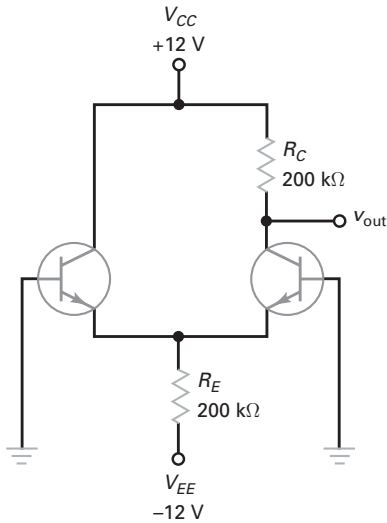

Figura 15-34
- 15-3** Quais são as correntes e tensões ideais na Figura 15-34?
- 15-18** Na Figura 15-34, é usado por engano um resistor de 20 k Ω em vez de 200 k Ω . Qual o valor da tensão de saída?
- 15-19** Na Figura 15-34, V_{out} é quase zero. A corrente de polarização de entrada é 80 nA. Qual das seguintes opções é o problema?
- 15-20** Na Figura 15-34, os transistores são idênticos com $\beta_{CC} = 200$. Qual a tensão de saída?
- 15-21** Quais são as tensões de base na Figura 15-34 se cada transistor tem $\beta_{CC} = 300$?
- 15-24** À temperatura ambiente, a tensão de saída na Figura 15-34 tem um valor de 6,0 V. Conforme a temperatura aumenta, o V_{BE} de cada diodo emissor diminui. Se o V_{BE} do transistor da esquerda diminuir 2 mV por grau e o da direita diminuir 2,1 mV por grau, qual a tensão de saída em 75°C?